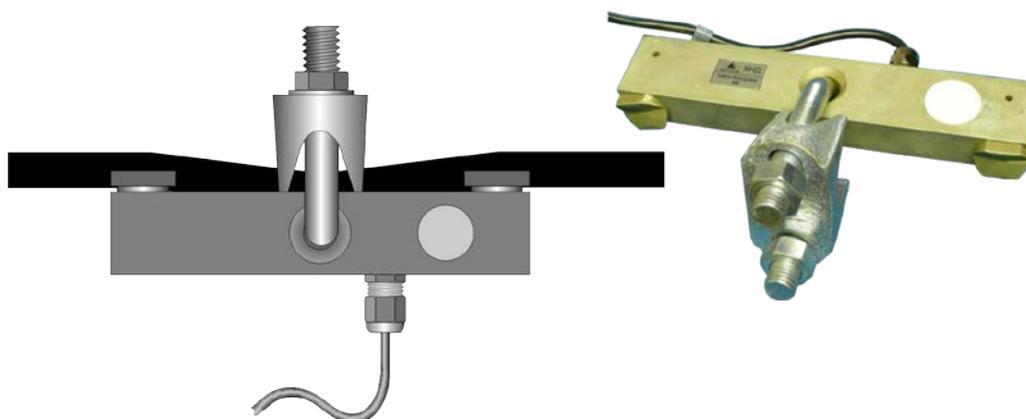

Рис. 5
6.5. Датчик веса груза, Рис.5, преобразует усилие, создаваемое в грузовом канате массой поднимаемого груза, в электрический сигнал. В данной модификации АС-АОГ-01м+ используется два датчика типа ДНК-3 производства ЗАО ИТЦ "Крос", один из которых размещен на основном подъеме, а другой - на вспомогательном.